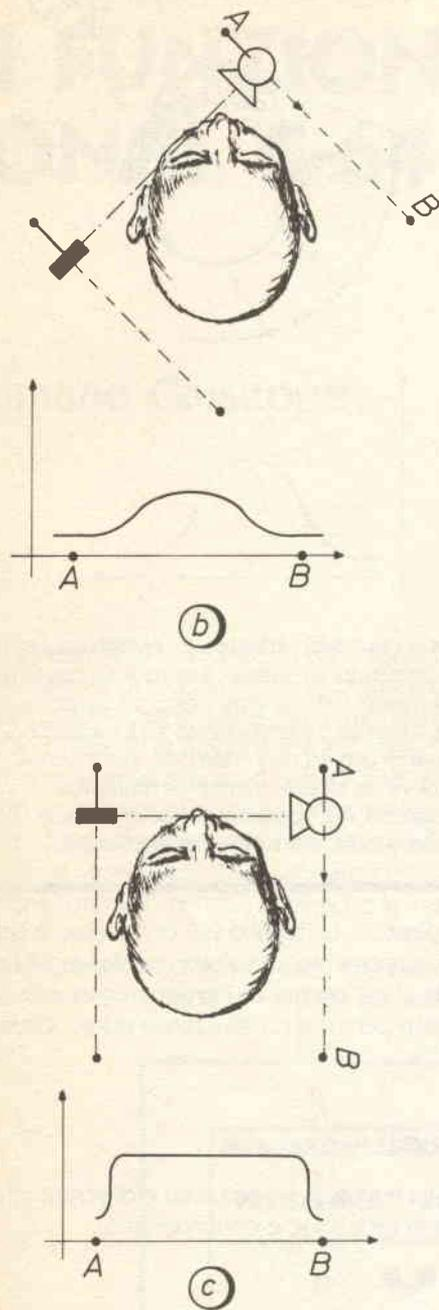

figura 4 - a) Il tubo ed il detector solidali fra loro, si muovono linearmente lungo la linea tratteggiata da A a B.
- 4) piastra con manicotto per rotore di zenit (figura 4)
Poiché il rotore di zenit deve in qualche modo essere ancorato, in figura 4 si vede la piastra con il manicotto. Il tutto è realizzato saldando una piastra, di spessore adeguato e di dimensioni opportune per raccogliere i quattro fori filettati del rotore, con un manicotto dotato di una o più viti di fissaggio. In figura 4 si vede anche il tubo che sostiene il manicotto e a cui giungono i primi due tiranti saldati (questo particolare non si nota troppo!).
In tutti i sistemi di TAC il principio generale è sempre lo stesso: un tubo radiogeno ruota attorno al paziente e dall'altro lato un detector rivela la quantità di radiazioni che passano, ottenendo così un «profilo di assorbimento» (vedi figura 4).